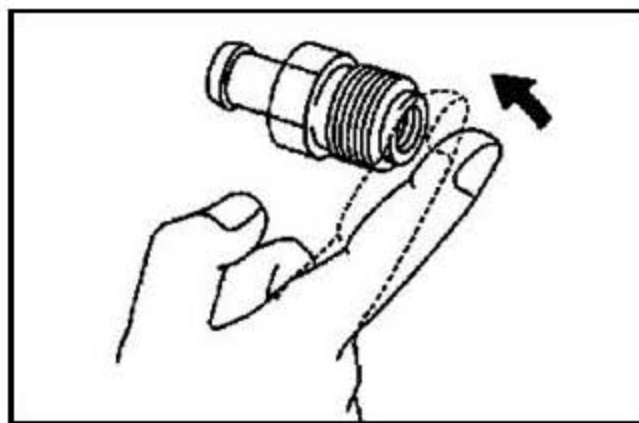

图 2
- 8). 会不会是 PCV 阀内球阀动作卡滞，当发动机急加速或大负荷运转时，PCV 阀仍然在最大开度，致使缸盖上的机油会被废气带入发动机内燃烧。按照（图 2）的方法检查 PCV 阀的工作情况：当发动机怠速运转时，从摇臂室罩盖上拆下 PCV 阀，可听到气流经过时产生“嘶嘶”的声音。当手指放在阀入口处时，会立刻感觉到很强的吸力。为防止 PCV 阀打开后卡滞不能回位，稳妥起见，更换一个新的 PCV 阀试车，故障仍然存在。